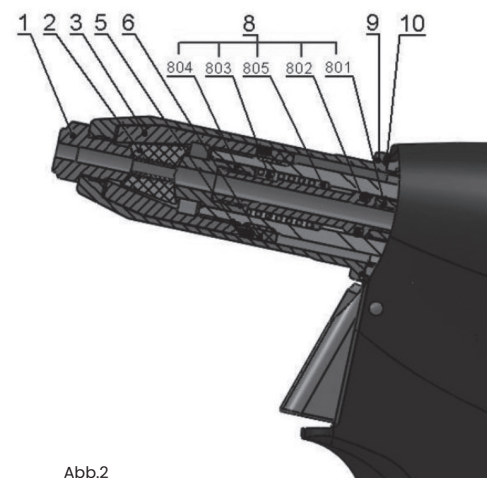
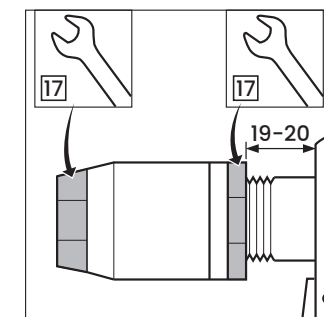

Abb.2
Abb.3
Trennen Sie das Setzgerät von der Druckluftquelle, schrauben Sie die vordere verstellbare Fronthülse /Abb.2 – Pos.9/ mit einem Schraubenschlüssel Nr. 23 ab, setzen Sie den Schlüssel Nr. 17 auf die Spannhülse /Abb.2 – Pos.3/ und den Schlüssel Nr. 17 auf die HP - Mutter /Abb.2 – Pos.6/ und lösen Sie diese. Schrauben Sie die Spannhülse ab und tauschen Sie den Spannbacksatz / Abb.2 – Pos.2/ und den komplette Absaugdüse /Abb.2 – Pos.8/ aus. Alle verwendeten Gewinde sind Rechtsgewinde. Reinigen Sie die demontierten Teile gründlich und unterziehen Sie diese und insbesondere die folgenden Teile einer Sichtprüfung:
1. Spannbacksatz /Abb.2 – Pos.2/ – Abgenutzte oder beschädigte Teile müssen ausgetauscht werden. Reinigen Sie verschmutzte Teile mit einer Drahtbürste.
2. Mundstück /Abb.2 – Pos.1/ – Überprüfen Sie die Funktionsflächen des Reduzierstücks auf Verschleiß.
3. Komplette Saugleitung /Abb.2 - Pos.8/ - Abgenutzte oder beschädigte Teile müssen ausgetauscht werden /Abb.2 - Pos.801, Pos.802, Pos.803, Pos.804 und Pos.805/.
4. Verstellbare Frontdüse /Abb.2 - Pos.9/ - Überprüfen Sie die Innenfläche auf Beschädigungen [Ø 18].
5. Abstreifring /Abb.2 - Pos.5/ - Ersetzen des Rings durch einen neuen Abstreifring, sofern dieser beschädigt oder abgenutzt ist.
Montieren Sie die Teile in umgekehrter Reihenfolge [siehe Teile-Demontage]. Geben Sie einen Tropfen Schmieröl [wir empfehlen das Hydrauliköl HLP ISO VG 32] auf die Außenfläche der Spannbacksätzen /Abb.2 - Pos.2/. Geben Sie eine dünne Schicht Plastik - Schmierstoff MOGUL LV 2-3 auf die Saugleitung und den O-Ring /Abb.2 - Pos. 801 und 802/. Die Grundeinstellung der Spannbacken erfolgt wie in Abb.3 dargestellt.